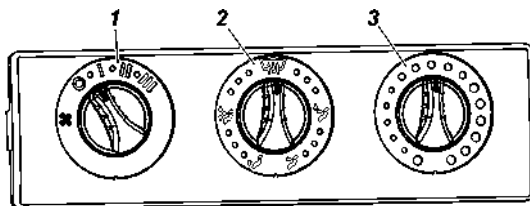

Рис. 3.13. Пульт управления отопителем:
Для подогрева поступающего в салон воздуха поверните рукоятку 3 (рис. 3.13) по часовой стрелке. Рукояткой 2 можно
Приточная вентиляция салона осуществляется по тем же каналам при крайнем положении против часовой стрелки рукоятки 3 (см. рис. 3.13). Вытяжная вентиляция осуществляется за счет отверстий в задней обивке крыши и внутренней панели проема двери задка, через опускаемые стекла дверей, а также через люк крыши при его наличии.
2. Установите рукоятку 3 (см. рис. 3.13) управления краном отопителя в положение “Закрты”.
4. Рукояткой 1 (см. рис. 3.13) выключателя вентилятора отопителя выберите желаемую скорость вращения вентилятора. При нахождении рукоятки в положении “О” вентилятор включается автоматически и обеспечивает минимальную циркуляцию воздуха через испаритель кондиционера.
3. Если при работе кондиционера рукоятка 1 (см. рис. 3.13) выключателя вентилятора отопителя салона была установлена в положение “I”, “II” или “III”, то в этом случае после выключения кондиционера автоматически включается режим вентиляции салона.